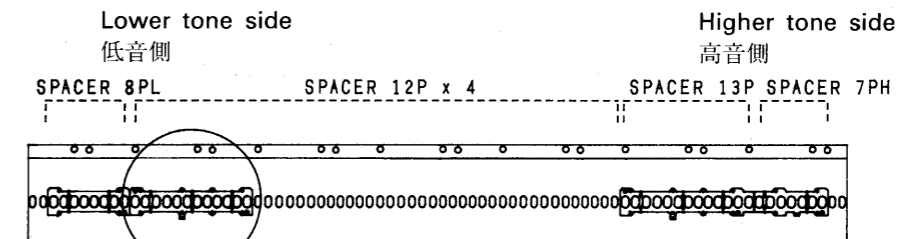

fig. 1
EXPLODED VIEW1/分解図1
1) First, turn the chassis over, noting that the right- and left-hand sides are not reversed. Then, as shown in fig. 1, put one Spacer 8PL and four Spacers 12P in this order, starting on the left-hand side (lower tone side of the keyboard) according to the chassis positioning holes. (See fig. 2.) Similarly, put the Spacer 13P and Spacer 7PH on the right-hand side (higher tone side).
1) まず、シャーシを左右が逆にならないように裏返します。次に、fig.1 に示すように左側（鍵の低音側）より、先ず SPACER 8PL を1個、そして SPACER 12P を4個、シャーシの位置決め穴に合わせて順に置いていきます (fig.2 参照のこと) 右側（高音側）には SPACER 13P、SPACER 7PH を同様に置いていきます。